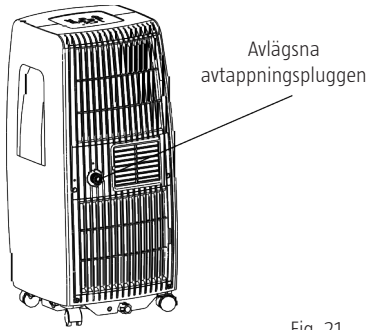

Fig. 21
- I avfuktningläge, avlägsna dräneringspluggen på apparatens baksida och anslut dräneringsslangen (ingår ej). Använd 3/4" slang med 5/8" anslutning med utvändig gänga. För modeller utan dräneringsanslutning, anslut dräneringsslangen till hålet. Dra slangen till lämpligt avlopp (fig. 21 och 22).